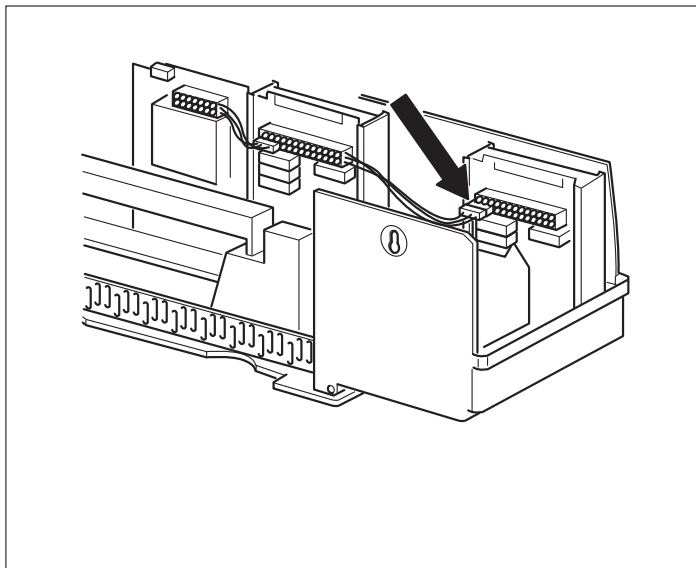

Рис. 21 Подключение напряжения 230 В
- Вставьте соединительный штекер (230 В) модуля в предусмотренный для него разъем на штекерной планке (при подключении модуля в разъеме 1, → Рис. 21).